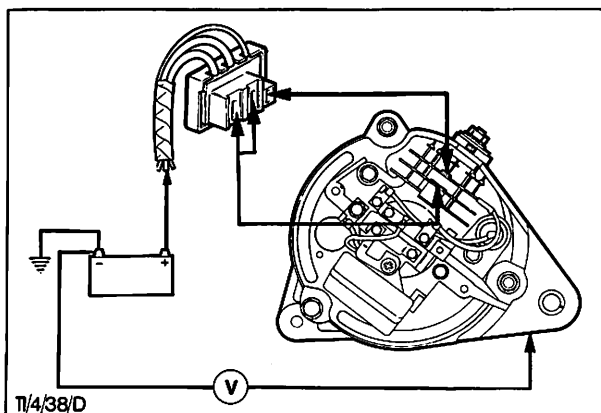

Abb. 37 Spannungsabfall im Minus-Teil des Ladestromkreises prüfen
13. Testkabel und Voltmeter wie in Abb. 37 gezeigt anschließen, um den Spannungsabfall im Minus-Teil des Ladestromkreises zu prüfen.